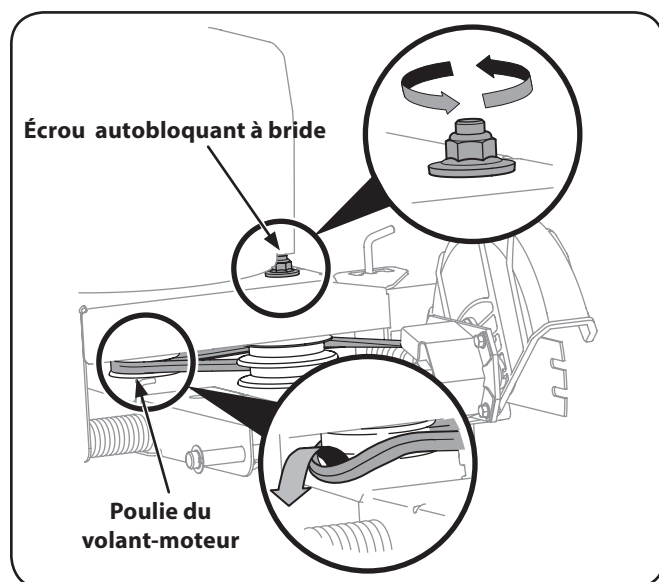

Figure 7-1
NOTE : Aux fins de ré-assemblage, veuillez noter la position de la courroie d'entraînement sur les deux poulies de tension et sur la poulie du volant-moteur avant d'effectuer les étapes suivantes. Voir Figure 7-1.
1. Placez-vous devant l'appareil et desserrez l'écrou autobloquant à bride situé sur le haut du châssis de sorte que la poulie de tension puisse pivoter légèrement hors du châssis. Voir Figure 7-1.
2. Avec l'autre main, retirez la courroie de la poulie d'entraînement. Voir Figure 7-1.